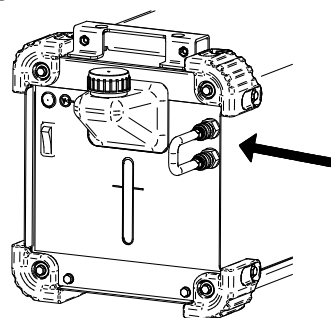

Figura 6.
- Conectați furtunul cu un conector rapid de apă (adăugat la echipament) la orificiul de intrare și de ieșire al răcitorului (Figura 6).